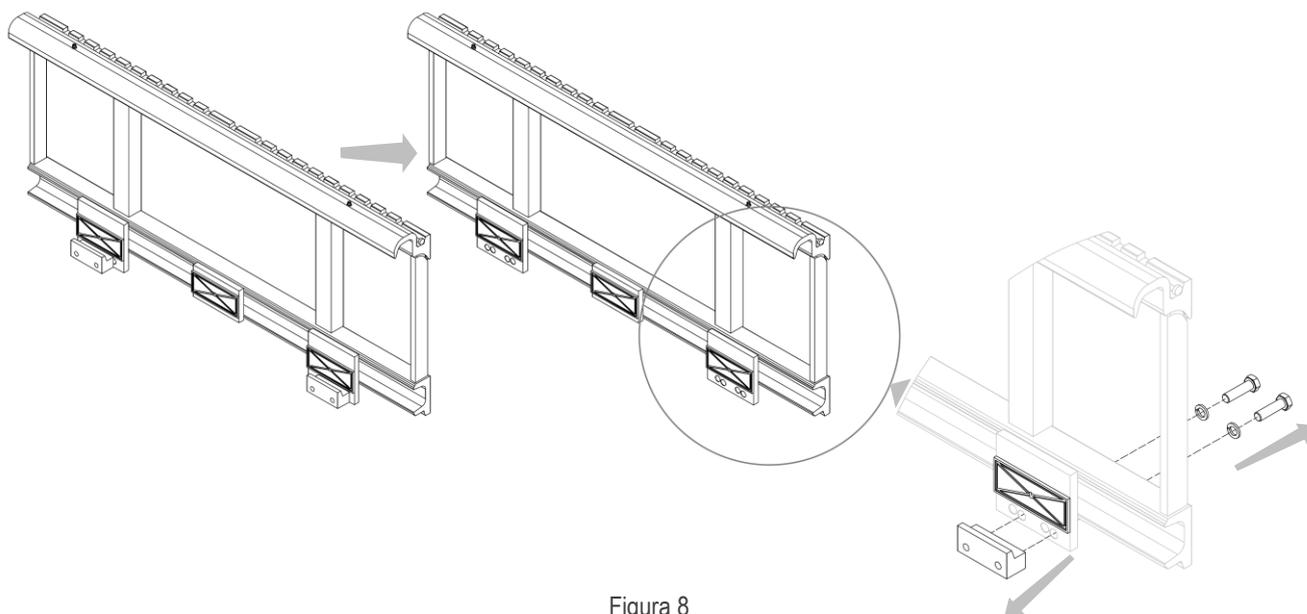

Figura 8
5. Quitar los ganchos inferiores del equipo y engrasar las deslizaderas inferiores (mira *Figura 8*).